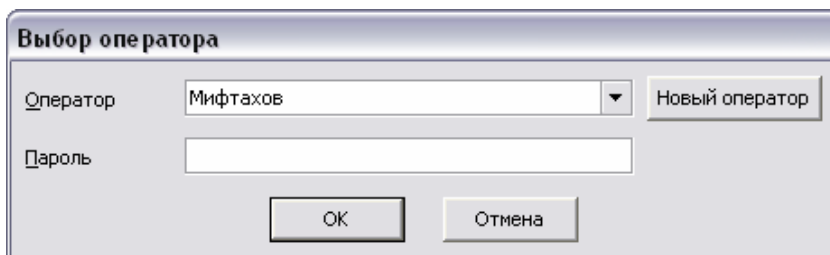
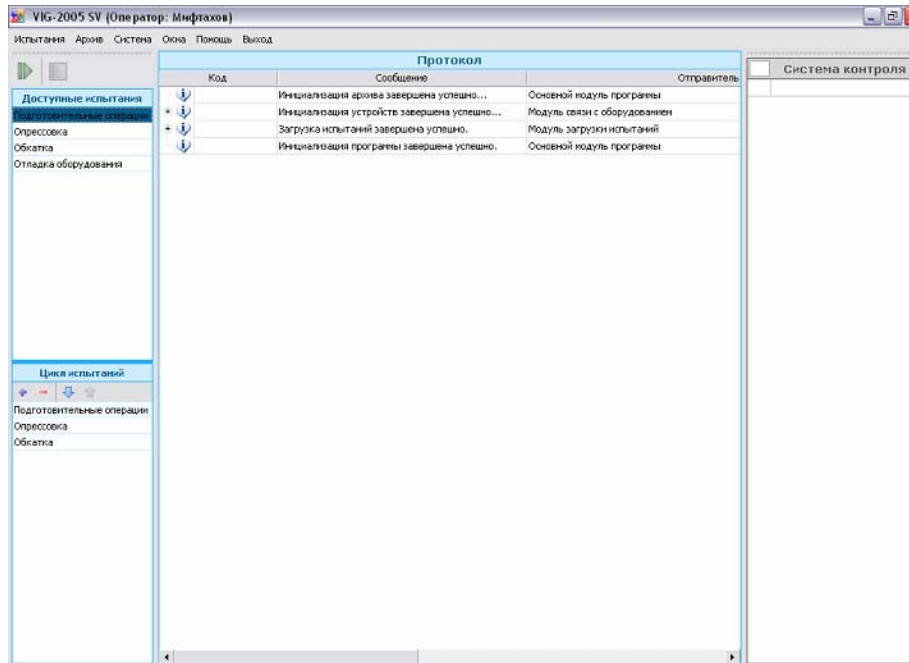
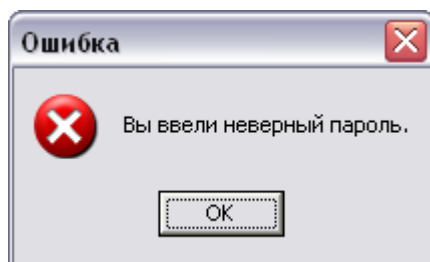
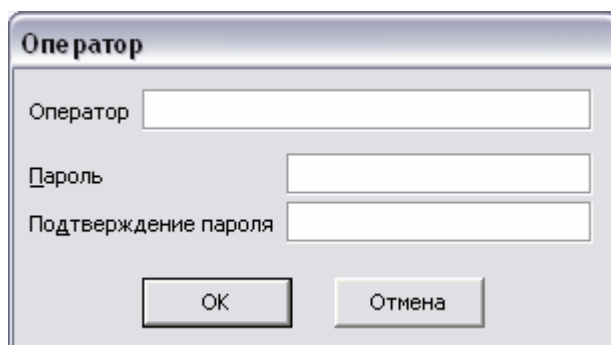

Рисунок 1.1
Рисунок 1.2
Рисунок 1.3
Рисунок 1.4
3. Откроется окно **«Выбор оператора»**, где предлагается ввести Ф.И.О. оператора и пароль, либо завести нового оператора системы (рис.1.1):
5. Если Вы правильно указали пароль для выбранного оператора, то откроется основное окно программы (рис.1.2).
6. Если после того, как Вы нажали на кнопку **<ОК>**, на экране появилось диалоговое окно (рис.1.3), это означает, что Вы неправильно ввели пароль для выбранного оператора. Нажмите на кнопку **<ОК>**. Вновь откроется окно для ввода оператора (рис.1.1). Повторите все действия, начиная с п.3.
*Примечание.* В случае если при запуске программы появляются ошибки, кроме той, что представлена на рис.1.3, рекомендуем Вам обратиться к администратору системы.
7. Если Вы ранее не работали с системой, и в списке операторов нет Вашего Ф.И.О., Вы должны создать нового оператора системы. Для этого нажмите кнопку **<Новый оператор>** (рис.1.1). Откроется окно «Оператор» (рис.1.4), где предлагается ввести Ф.И.О. нового оператора и пароль для нового оператора.
Если Вы ввели одинаковый пароль в полях «**Пароль**» и «**Подтверждение пароля**», то при нажатии кнопки <OK> активируется окно «**Выбор оператора**» (рис.1.1). Нажмите кнопку <OK> для открытия основного окна программы (рис.1.2).
Вновь активируется окно «**Оператор**» (рис.1.4). Введите одинаковые значения в поля «**Пароль**» и «**Подтверждение пароля**» и нажмите кнопку <OK>.
Если в результате выполненных действий с п.1 по п.3 открылось основное окно системы (рис.1.2), то запуск системы осуществлен успешно.